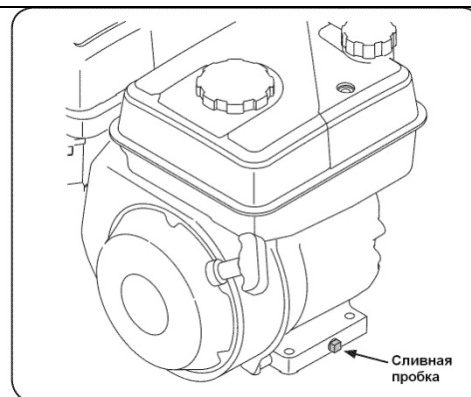

Рис.25
3. Поместите воронку под сливное отверстие масла, чтобы избежать попадания масла на культиватор. Рис. 25.
4. Отверните сливную пробку, крышке расположенную в основании двигателя, и слейте масло в подходящую емкость. Рис. 25.